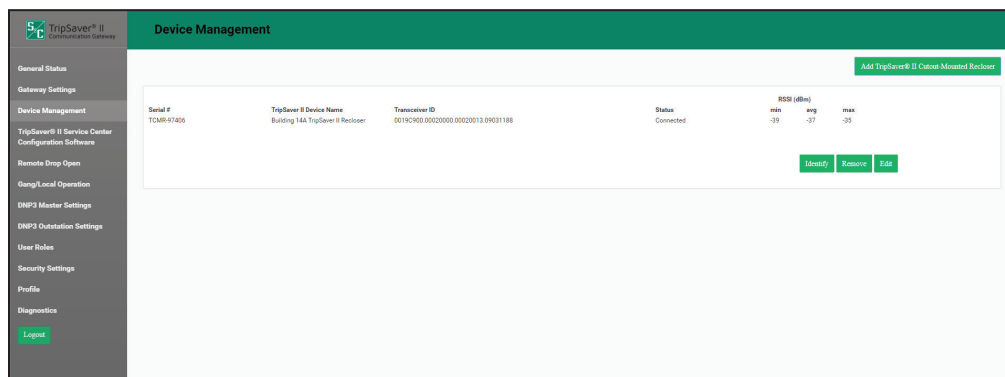

Figura 8. Tela *Gerenciamento do Dispositivo* após o pareamento com um religador TripSaver II.
PASSO 6. Clique no botão **OK**. O gateway de comunicação deve se conectar com o religador TripSaver II e o status deve constar como “Connected” (Conectado) na tela *Device Management*. Ver Figura 8.